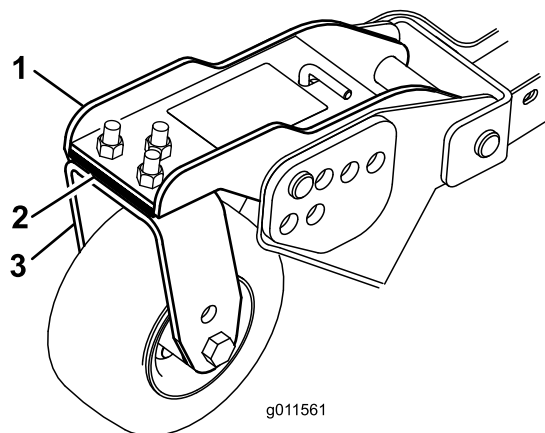

Figura 103
1. Retire os parafusos e as porcas que fixam o braço da roda à forquilha de roda (Figura 103).